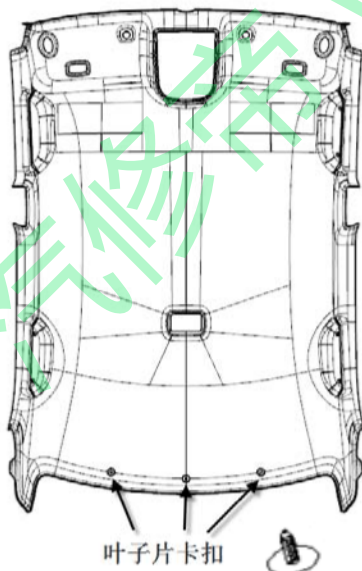

图 1.12.2 低配顶棚拆卸示意图
- ①、所有拆装必须十分清楚产品结构，避免在拆卸中出现意外情况；
- ②、所有用一字螺丝刀撬开的操作必须在螺丝刀头缠柔性胶带以避免损伤产品表面。
- ③、顶棚的拆卸和安装按步骤（1）、（2）进行；
- （1）、找到顶棚后部的 3 个安装卡扣的位置（见上图 1.12.2），用一字螺丝刀将其从顶盖上撬脱，即可卸下顶棚。